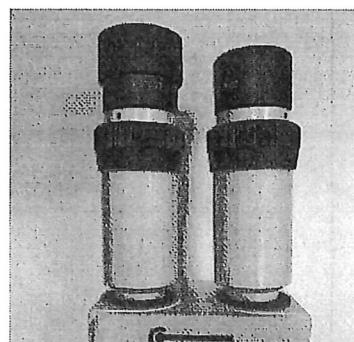

Figura 29 - Dioptría con y sin ocular
- Si se usan gafas no es necesario usar los oculares suministrados, pero si no se usan gafas le recomendamos que utilice los oculares suministrados. En el lado derecho de la figura 29 está la dioptría sin el ocular, mientras que en el lado izquierdo la dioptría tiene el ocular instalado.